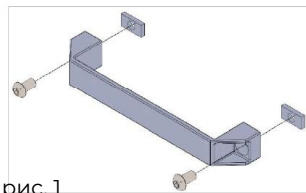

рис. 1
2. Установка рукояток. Разместите две прямоугольные гайки в нижнем канале на верхней части корпуса. Выровняйте крепёжные винты и гайки М8, прежде чем затягивать крепёж (рис. 1).